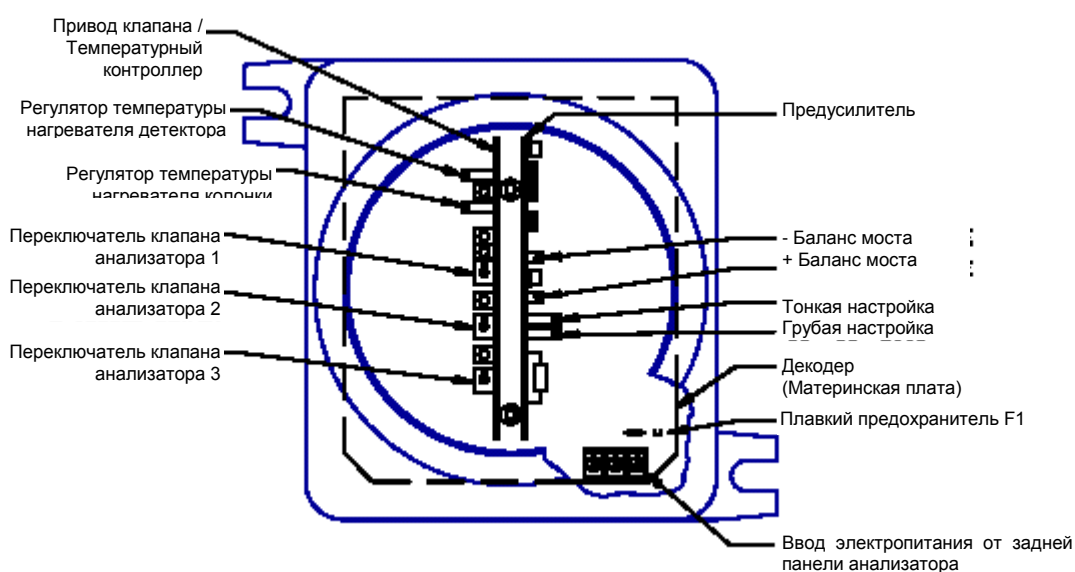

Рисунок 5-1. Размещение блоков анализатора в нижнем взрывобезопасном кожухе
Электрические/электронные блоки анализатора, за исключением декодера и нагревательных элементов, размещены в верхнем и нижнем взрывозащитных кожухах анализатора, и полностью доступны от передней панели прибора. Сборки печатных плат находятся внутри взрывобезопасного кожуха, и доступ к ним осуществляется путем снятия резьбовой плоской крышки с передней части кожуха. Смотрите Рисунок 5-1.
- (1) Установите на место коричневые коннекторы в верхней части платы. Если потребуется, то это можно сделать и после установки платы на место.
- (2) Вытяните силовой и сигнальный соединительный кабели (нижний) из центральной части кожуха.
- (3) Вставьте плату в кожух. Протолкните конец платы с короткими направляющими в заднюю верхнюю часть кожуха, и удерживайте соединительный кабель внизу, когда плата перемещается внутри кожуха.
- (4) Протолкните верхний кабель в верхнюю часть кожуха. После этого установите плату таким образом, чтобы она могла бы удерживаться на месте четырьмя винтами, расположенными по четырем углам платы.
- (5) Затяните эти четыре винта, чтобы закрепить плату на месте.
- (6) Снова подсоедините на место провода, которые были отсоединены при извлечении платы декодера.
- (7) Установите две нейлоновых проставки на монтажные шпильки вблизи центров верхней и нижней частей платы декодера.
- (8) Установите на место две печатных платы, таким образом, чтобы сторона платы с компонентами была бы обращена вовне, влево и вправо (смотрите Рисунок 5-1). Плата контроллера температуры/привода клапанов находится в левом слоте, а плата предусилителя находится в правом слоте.
- (9) Установите на место лицевую плату кожуха, удостоверившись в том, что плечики переключателя находятся внутри позиционирующих отверстий.